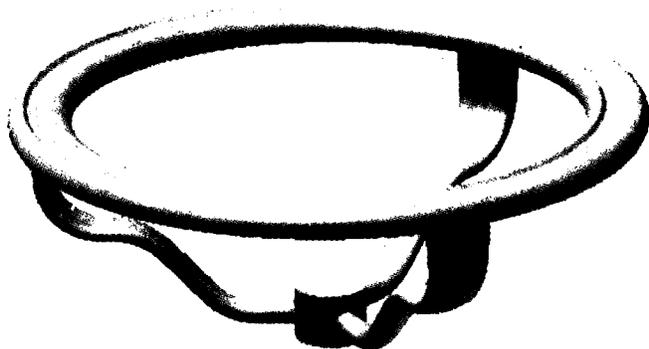

Рис. 7.5. Создание массива упростит создание набора элементов
8. Потяните маркер конца детали вниз браузера. На модели появится массив элементов. См. рис. 7.5.